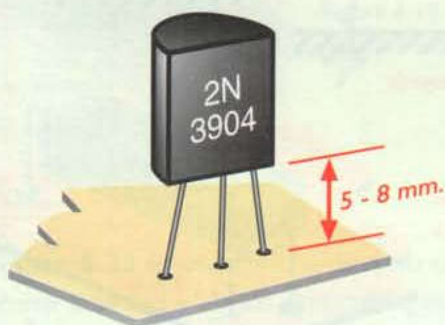

Figura 6.11. Montaje de los transistores pequeños
Transistores pequeños. El aspecto más importante con ellos es conservar la posición correcta de sus terminales: emisor (E), base (B) y colector (C), en los transistores bipolares; y fuente o surtidor (S), drenador (D) y compuerta o *gate* (G), en los transistores tipo FET. Se debe dejar un espacio de unos 5 a 8 mm entre el circuito impreso y el cuerpo del componente, para permitir el contacto de las puntas de prueba de los instrumentos (multímetros, osciloscopios, etc.). **Figura 6.11.** La soldadura de sus terminales debe hacerse rápido ya que son sensibles a las altas temperaturas y pueden averiarse.